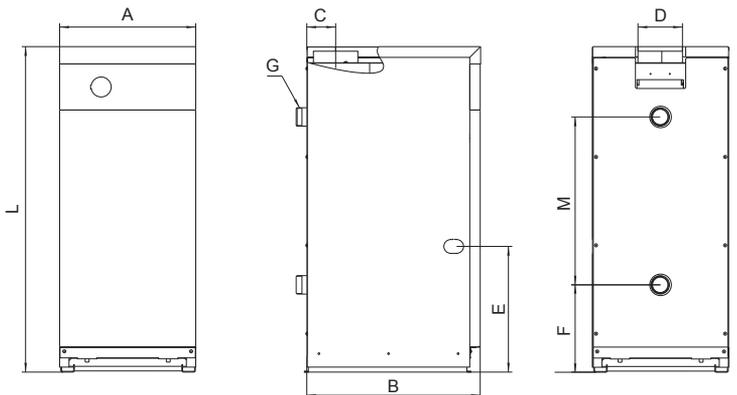

рис. 1 – Общий вид, габаритные и присоединительные размеры котлов
4.1 Общий вид и габаритные размеры котла представлены на рис. 1.